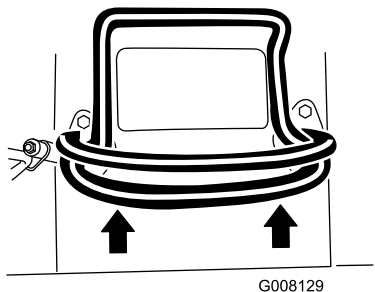

Figura 7
- Per avanzare, spostate in avanti il comando della trazione (Figura 7).